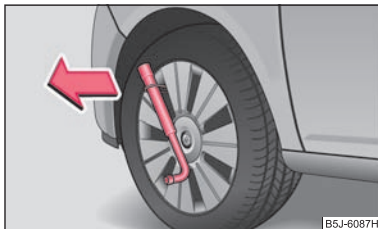

Fig. 152 Demontarea capacului de roată
- Introduceți cheia de roată prin mâner, sprijiniți cheia de roată și trageți capacul ⇒ fig. 152.